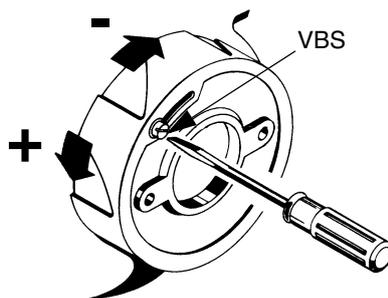

Fig. 11
- 11 Tout en contrôlant les valeurs de combustion, régler le débit de l'air en agissant sur la vis **VBS** (Fig. 8-Fig. 11); visser pour diminuer le débit et dévisser pour l'augmenter